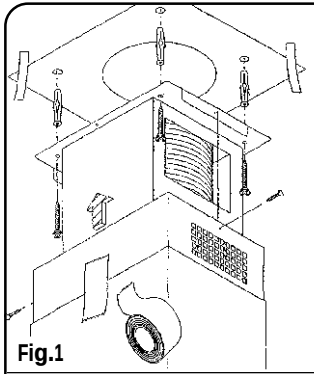

Fig.1
- 1) posizionare la dima di foratura sul soffitto eseguire i 4 fori Ø 10 mm ed inserire i tasselli **fig1**
- 3) posizionare la struttura telescopica, precedentemente regolata, e fissarla al soffitto con le 4 viti **fig1**
- 4) infilare il tubo con la sgrigliatura rivolta al soffitto e fissarlo lateralmente alla struttura telescopica con le due viti **fig1**
- 5) posizionare la dima di foratura sul soffitto eseguire i 4 fori Ø 10mm ed inserire i tasselli **fig1**
- 1) Legen Sie die Bohrschablone an die Decke an, bohren Sie die 4 Löcher (Ø 10 mm) und setzen Sie die Dübel ein (**Abb.1**).
- 3) Setzen Sie den vorher auf die korrekte Länge gebrachten Teleskopschacht an und befestigen Sie diesen mittels der 4 Schrauben an der Decke (**Abb.1**).
- 4) Setzen Sie das Rohr so ein, dass das Gitterteil zur Decke gerichtet ist, und befestigen Sie es mittels der beiden Schrauben seitlich am Teleskopschacht. (**Abb.1**)
- 5) Legen Sie die Bohrschablone an die Decke an, bohren Sie die 4 Löcher (Ø 10mm) und setzen Sie die Dübel ein. (**Abb.1**)
- 1) position the drilling template on the ceiling and drill the four Ø 10 mm holes indicated, then place the rawlplugs in the relative holes (fig. 1);
- 3) position the telescopic flue, which you previously adjusted, and secure it to the ceiling with the 4 screws (fig. 1);
- 4) insert the unit with the grid near the ceiling and fasten it on the sides to the telescopic flue using the two screws (fig. 1);